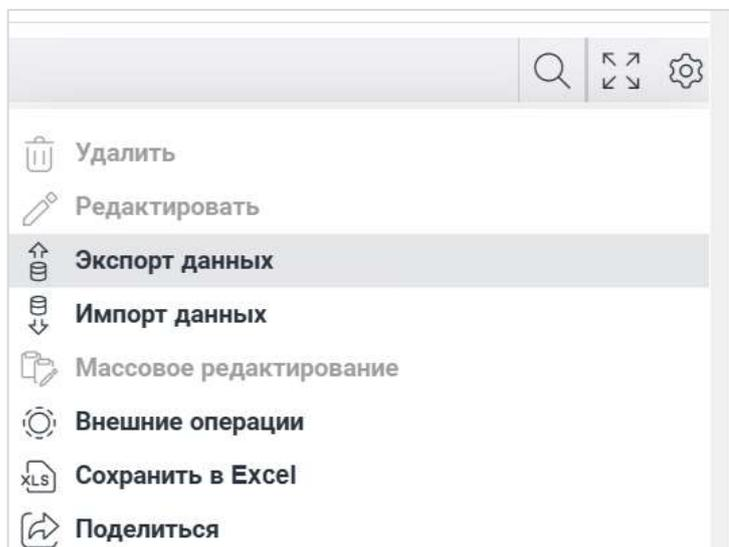

Рисунок 9. Действия с записью
10. Действия. Представлен перечень действий, которые можно выполнить с выбранной записью. В системе предусмотрена возможность Экспорта/Импорта данных из формата xlsm, а также сохранение в формате xls (Рисунок 9).